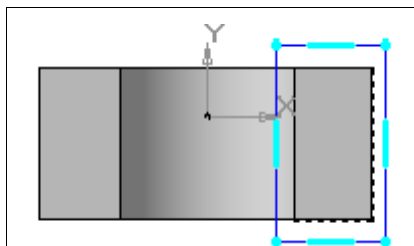

Рис. 18.20. Эскиз обнижения
- ♦ начертите прямоугольник с размерами  $68 \times 55$  (можно больше), чтобы он перекрыл грань до оси отверстия (рис. 18.20);